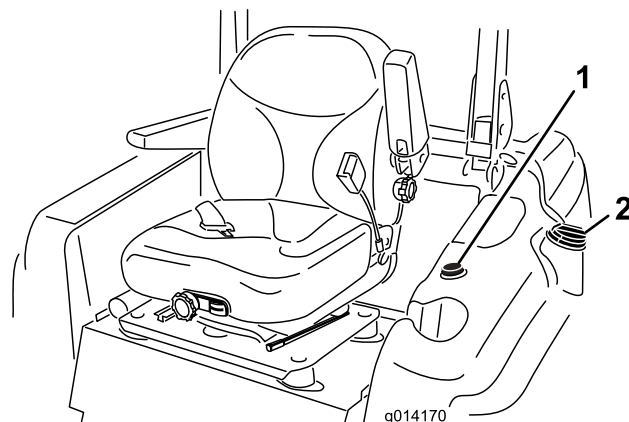

図 9
3. 燃料タンクのキャップの周囲をきれいに拭いてからキャップを取る 図 9。